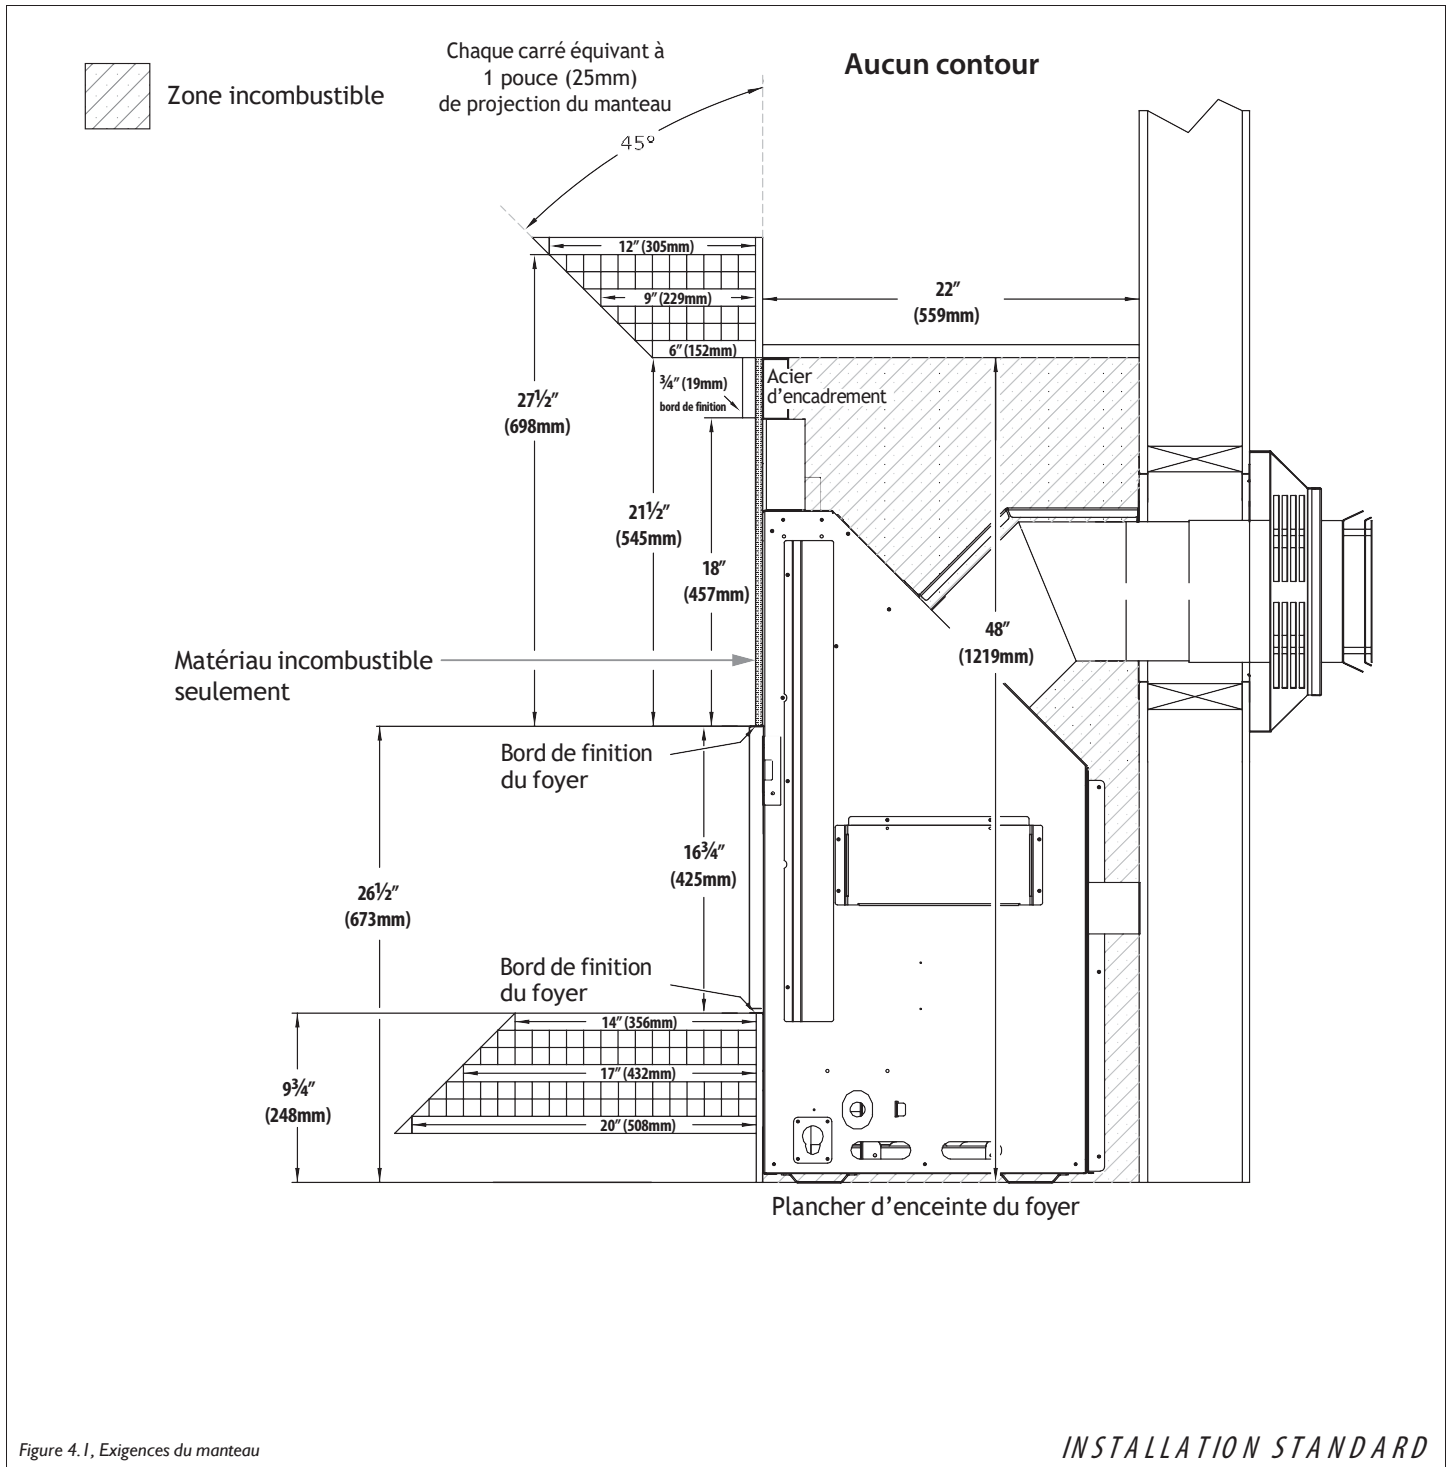

Figure 4.1, Exigences du manteau
- Profondeur du manteau combustible - Comme la Figure 4.1 l'indique, la bordure de finition de 3/4 po (19 mm) peut commencer à 18 po (457 mm) au-dessus du bord de finition du foyer avec un manteau de 6 po (152 mm) commençant à 21-1/2 po (545 mm) au-dessus du bord de finition. La profondeur du manteau peut augmenter de 1 po (25 mm) pour chaque 1 po (25 mm) de hauteur additionnelle, à partir d'un manteau de 6 po (152 mm).
- Extension d'âtre en matériau combustible: Tel qu'indiqué à la Figure 4.1, le bas du bord de finition peut arriver à égalité avec le dessus de l'extension d'âtre, si vous n'utilisez aucun contour optionnel. Si vous installez un contour optionnel, voir la Section 4.3 Directives de finition en maçonnerie pour les contours optionnels (page 32).